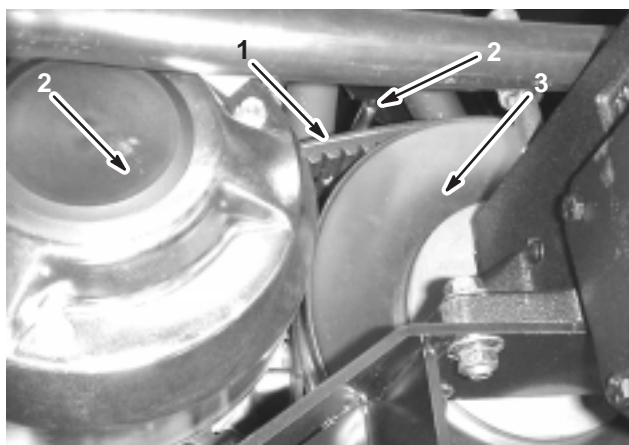

Figure 50
1. Desserrez les 2 guides de courroie près de l'embrayage secondaire (Fig. 50).
2. Faites tourner la courroie et faites-la passer sur l'embrayage secondaire (Fig. 50).
3. Déposez la courroie de l'embrayage primaire (Fig. 50).
4. Placez la courroie neuve sur l'embrayage primaire (Fig. 50).
5. Faites tourner la courroie et faites-la passer sur l'embrayage secondaire (Fig. 50).